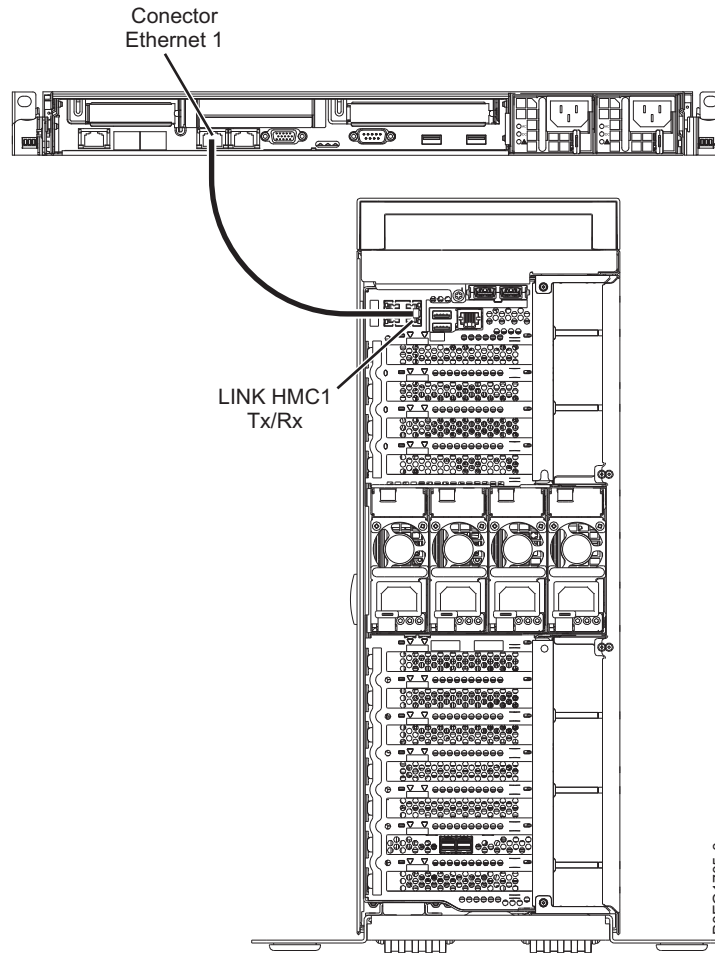

Figura 21. Conectando o HMC ao sistema gerenciado
1. Se você deseja conectar diretamente o seu HMC ao sistema gerenciado, conecte o **Conector Ethernet 1** no HMC à porta **HMC1** no sistema gerenciado. Consulte Figura 21 na página 42.